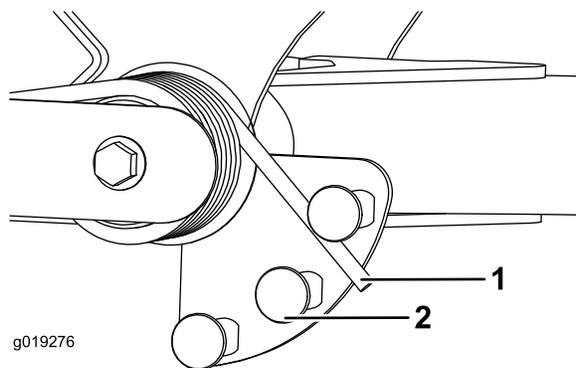

图35
2. 将一个管子或类似物体插入长弹簧一端，并将其围绕弹簧传动器旋转至所需位置（图35）。